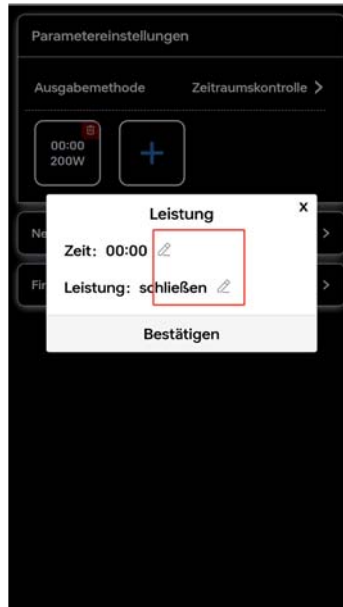

Abb.5-18
- b) Klicken Sie im Bild 5-18 auf das Bearbeitungssymbol innerhalb des roten Rahmens, um Zeit und Leistung separat zu bearbeiten.